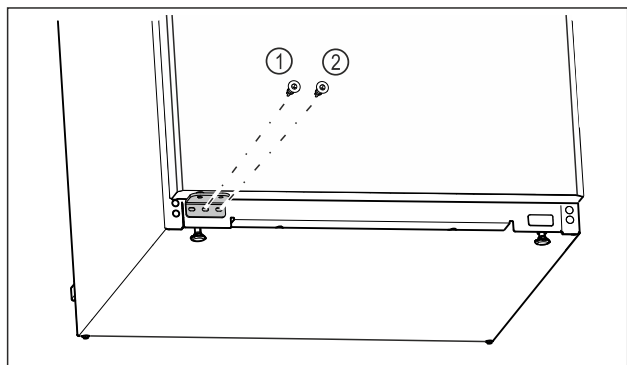

Fig. 21
- Draai de middelste schroef van de lagersteun Fig. 21 (1) vast met een Torx 20-schroevendraaier.
- Draai de binnenste schroef van de lagersteun Fig. 21 (2) vast met een Torx 20-schroevendraaier.